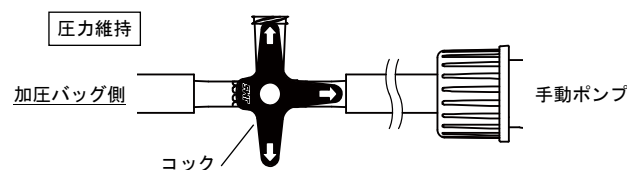

図 3
- **6. 圧力を維持するため、三方活栓のcockを図3のように合わせ、加圧バッグ側の空気流路を閉じます。